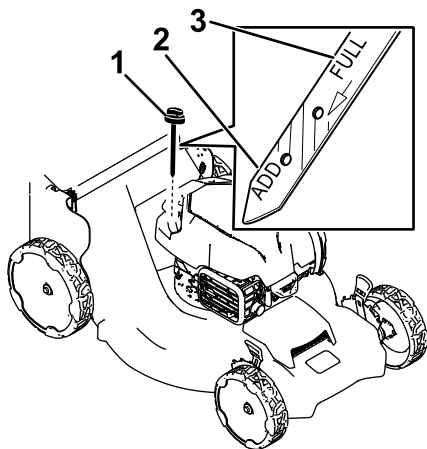

Figure 24
3. Tournez le bouchon dans le sens antihoraire et sortez la jauge (Figure 24).
4. Basculez la machine sur le côté (filtre à air en haut) pour vidanger l'huile usagée par le tube de remplissage (Figure 24).